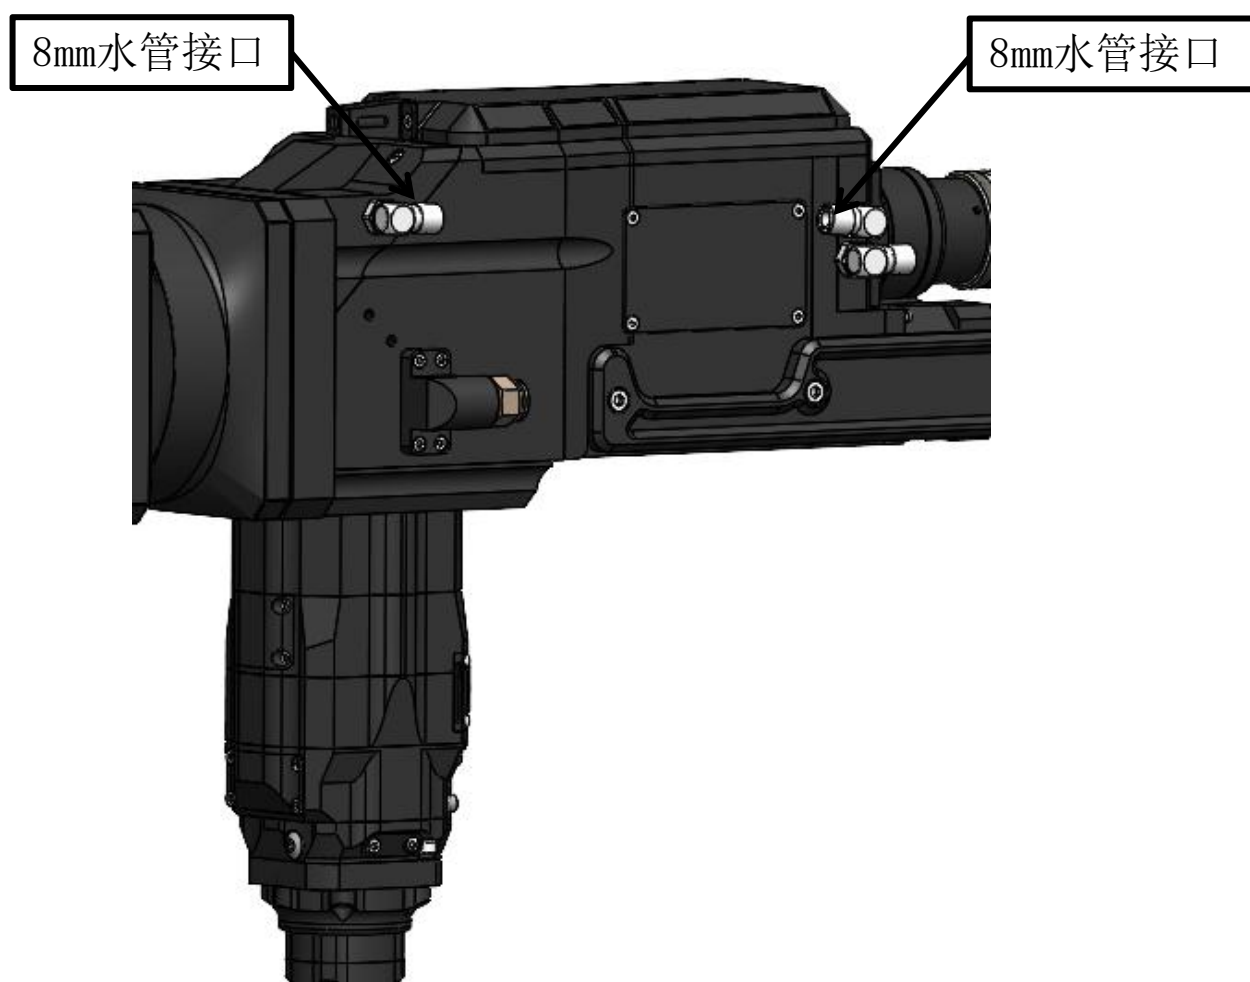

图1.4
① 用于光纤座、准直保护镜、反射镜以及传感器冷却，1进1出冷却管路，如下图1.4所示。